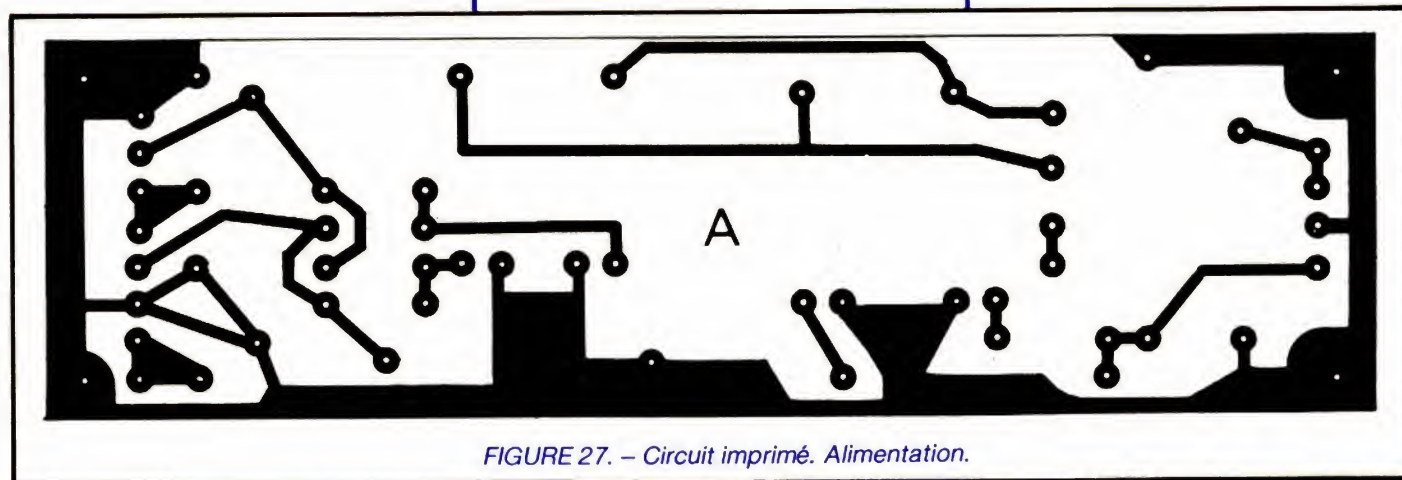

FIGURE 27. – Circuit imprimé. Alimentation.
- **CI. A.** De l'alimentation, voir figure 27, c'est un simple face de 15/10 en époxy de préférence.